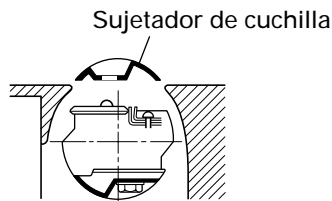

Fig. 12
- (2) Coloque el sujetador de cuchilla sobre el conjunto terminado tal como se indica en la Fig.12 y asegure los tres pernos. Verifique que los tres pernos estén correctamente apretados.
- (3) Dé vuelta el bloque cortador y ajuste el lado opuesto de la misma manera.